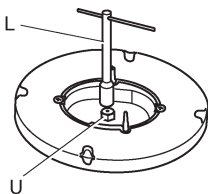

Рис.8
- Прямым гаечным ключом L открутите патрубков U (рис. 8) и замените его необходимым патрубком.